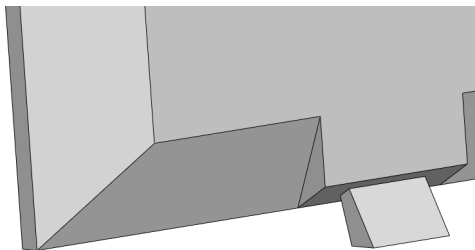

图 16-59 创建拉伸凸台特征
(2) 退出草图绘制环境，弹出【凸台-拉伸】属性管理器，设置【终止条件】为【两侧对称】选项、【深度】为 8，单击【确定】按钮，即可创建拉伸凸台特征，如图 16-59 所示。